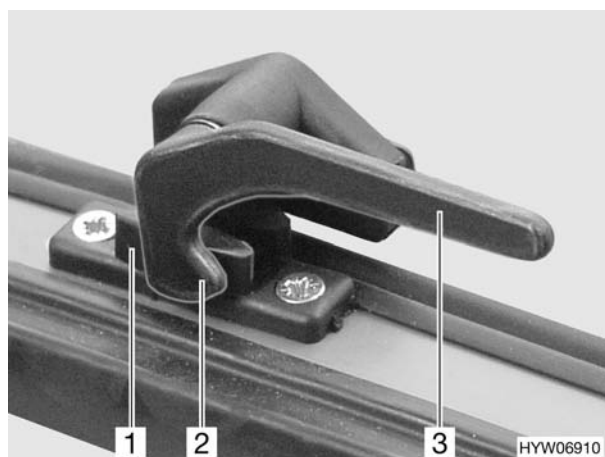

Bild 49 Ausstellfenster, Fenstergriff geschlossen
- Fenstergriff (Bild 49,3) senkrecht stellen oder eine viertel Umdrehung zur Fenstermitte hin drehen.
- Fenstergriff (Bild 49,3) waagrecht stellen oder eine viertel Umdrehung zum Fensterahmen hin drehen. Die Verriegelungsnase (Bild 49,2) liegt auf der Innenseite der Fensterverriegelung (Bild 49,1).